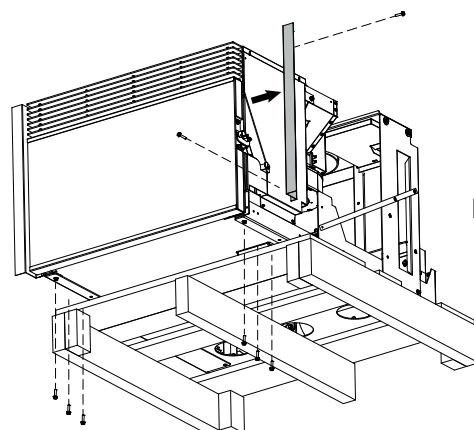

Fig. 6.1.4
5. Svitare i sei bulloni di fissaggio delle guide posizionate sul fondo della macchina e smontare la bandella laterale destra (Fig. 6.1.4).
17. Rimontare la bandella laterale destra precedentemente tolta (Fig. 6.1.4).